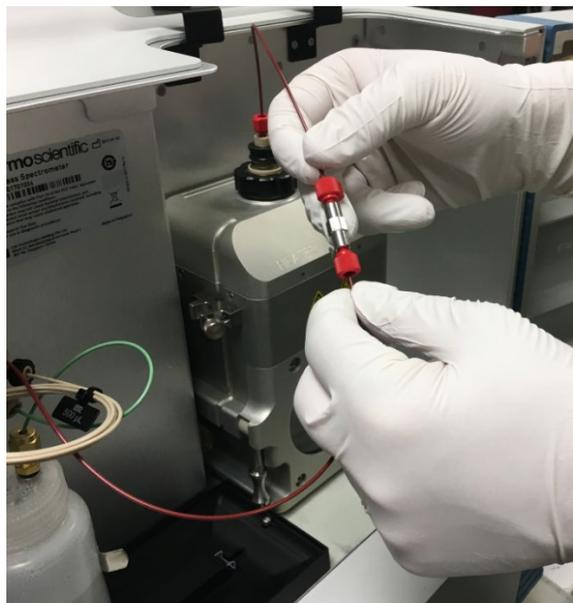

Figure 97 : déconnexion du capillaire en PEEK de la source au niveau de la jonction de mise à la terre.
- 8) Déconnectez le capillaire en PEEK reliant la sonde à la jonction de mise à la terre, comme illustré à la Figure 97.